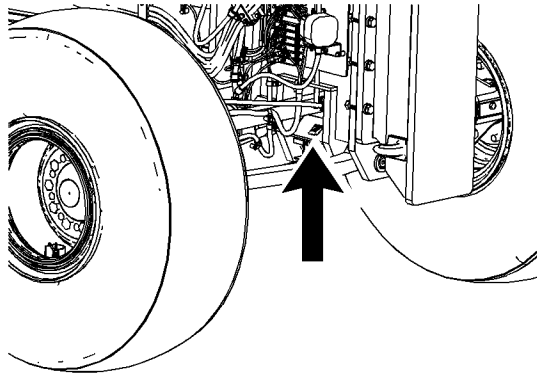

Ilustración 147
3. Enrolle dos cables de levantamiento alrededor del brazo de levantamiento de la máquina. Los brazos están ubicados cerca de los cilindros de levantamiento de la hoja. Hay un brazo de levantamiento en cada lado de la parte delantera de la máquina. Las áreas de levantamiento están identificadas con una etiqueta que muestra un gancho. Consulte la ilustración 147 .